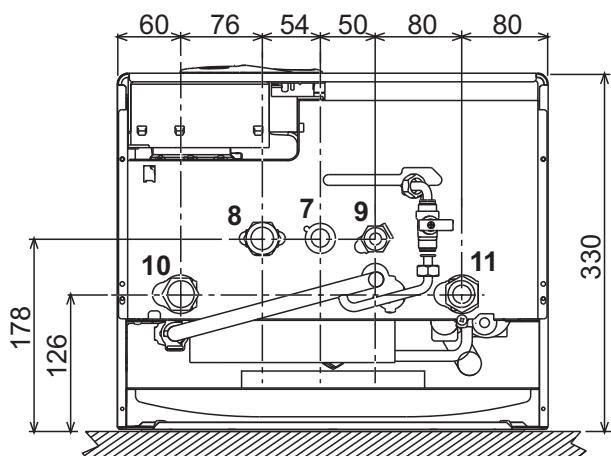
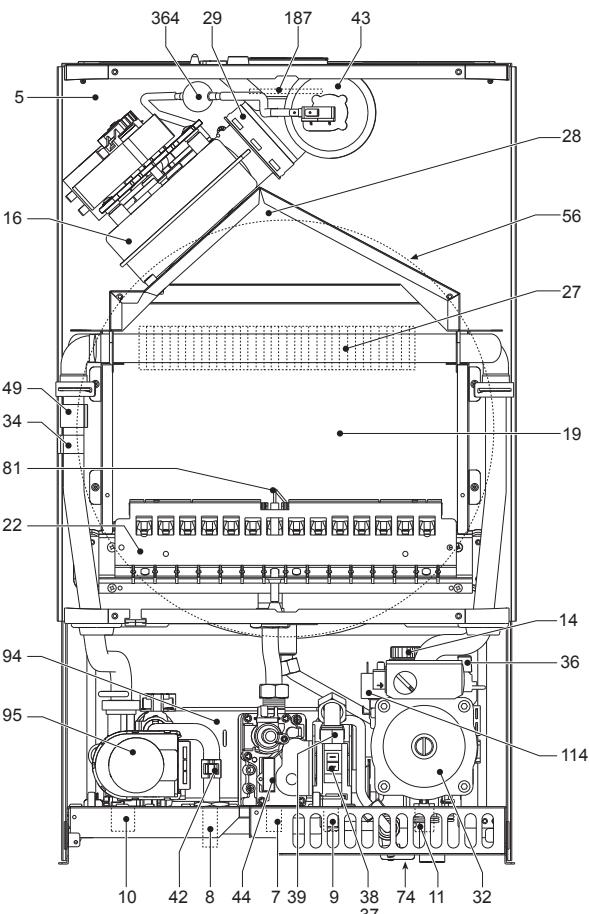

fig. 20 - Vue du bas
fig. 23 - Vue générale
**Tableau 9 - Légende fig. 20, fig. 23, fig. 24 et fig. 25**